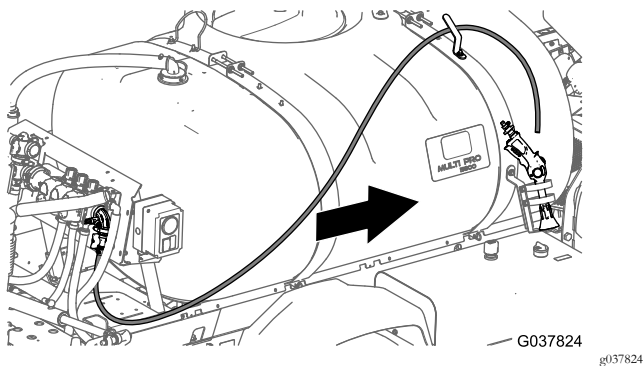

Figure 95
4. Acheminez le flexible d'alimentation vers l'avant et le long de la cuve de pulvérisation en direction du support du pistolet-pulvérisateur, et fixez le flexible au cadre de la cuve avec les 3 serre-câbles (Figure 95).